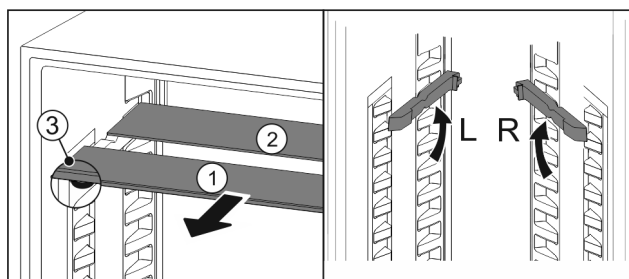

Fig. 196
- estrarre i ripiani di vetro singolarmente tirando in avanti Fig. 196 (1).
- Il piano in vetro Fig. 196 (1) con il motivo ornamentale è nella parte anteriore.
- I fermi Fig. 196 (3) sono rivolti verso il basso.